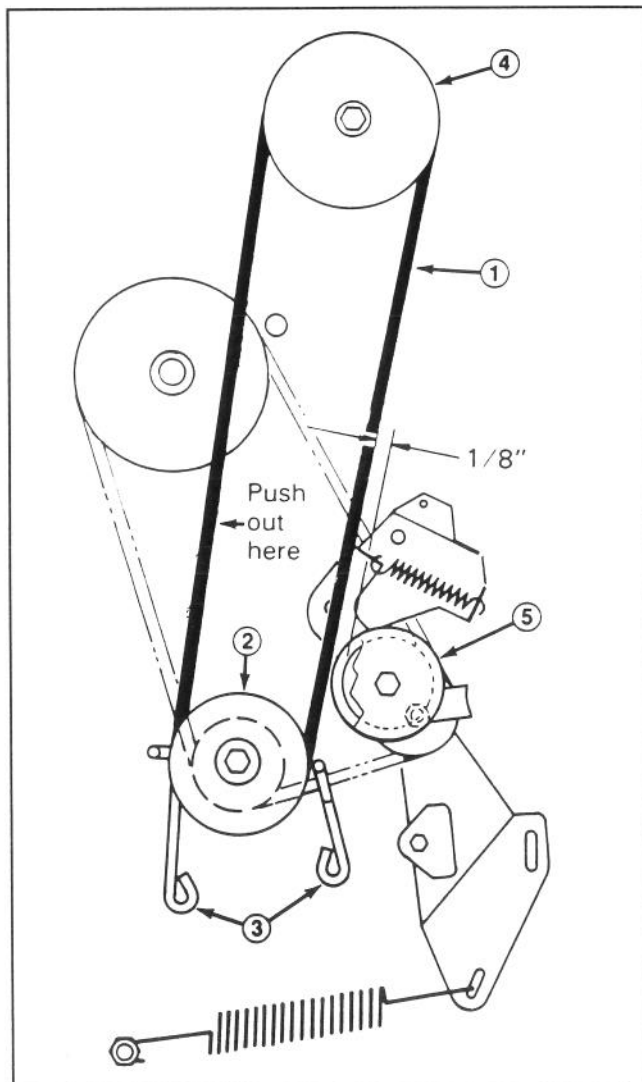

Abbildung 18
7. Die die zwei (2) Motorlaufscheibenführungen absichernden Kopfschrauben lockern und die Führungen von der Laufscheibe abschieben. Den Mäher-Treibriemen von der Motorlaufscheibe abnehmen (Abb. 18).
9. Die die Riemenführungen am Mäherdeck absichernden zwei (2) Schrauben und die Riemenführung entfernen. Den Riemen von der Laufscheibe abnehmen.
12. Nach Herausdrücken des Riemens (Aufnahme des Durchhangs) (Abb. 18) den Abstand zwischen der Außenseite des Riemens und der Innenseite der Mitläuferscheibe prüfen. Dieser Abstand sollte ca. 3 mm betragen.